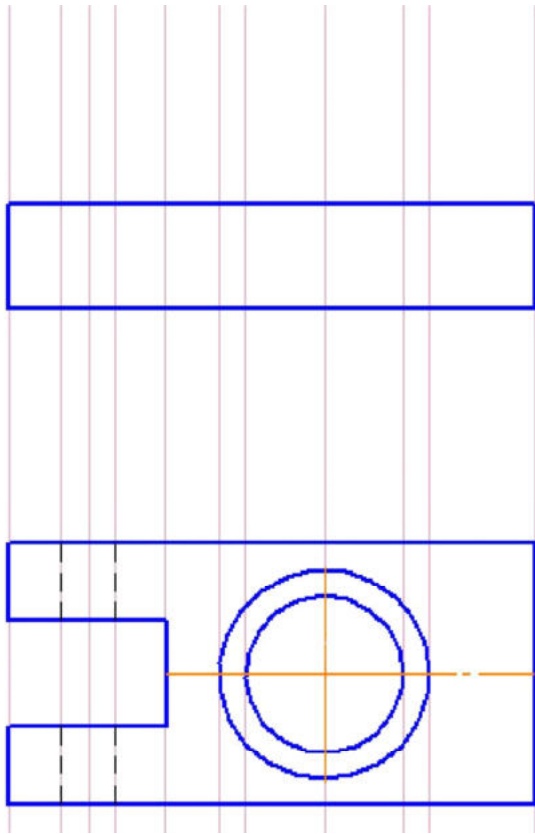

Рис.6
- ☐ с помощью  – **Прямоугольника** постройте основание детали на главном виде (высота 20 мм, ширина 100 мм) **Без осей**, расположив над видом сверху. Построение начинайте снизу вверх (рис. 6);